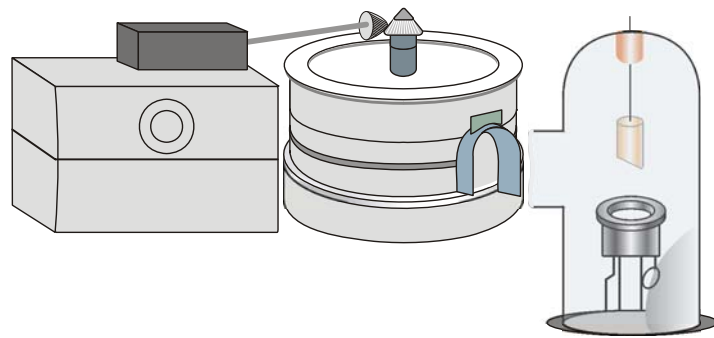

Fig. 8 Camera di Debye-Scherrer con motorizzazione
- Se necessario, collocare anche la motorizzazione (1000662 o 1000663) come indicato in Fig. 8. A tal fine, inserire il rispettivo connettore nel jack da 4 mm. Verificare che le ruote dentate coniche funzionino correttamente. Utilizzando la chiave per viti a esagono cavo in dotazione, è possibile modificare la posizione della ruota conica del motore sull'asse.